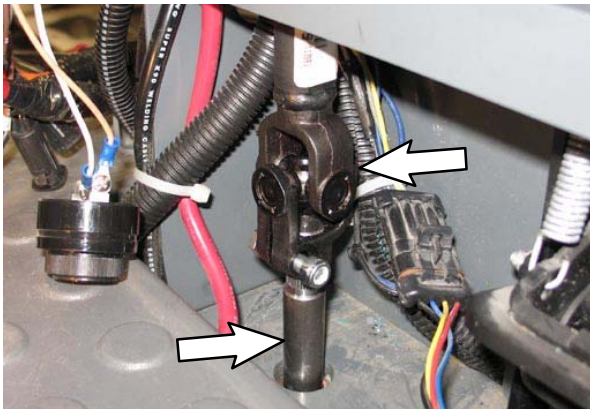

FIG. 62
25. Deslice el eje de dirección (1) hasta el eje de dirección inferior. (Fig. 62)